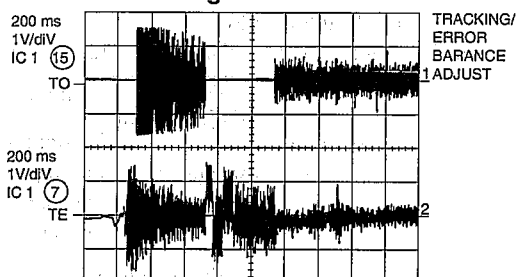

Figure 24-4
3. E/F balance (tracking error balance) (Fig. 24-4)
3. E/F-Balance (Abtastfehlerbalance) (Abb. 24-4)
3. Balance E/F (balance d'erreur d'alignement) (Fig. 24-4)